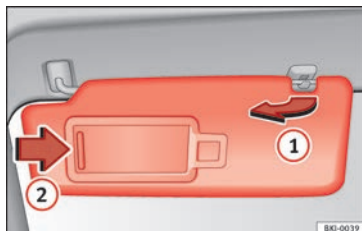

Fig. 151 Aletta parasole lato conducente.
- L'aletta parasole può essere staccata dal supporto e orientata verso la porta »» **fig. 151 ①**.